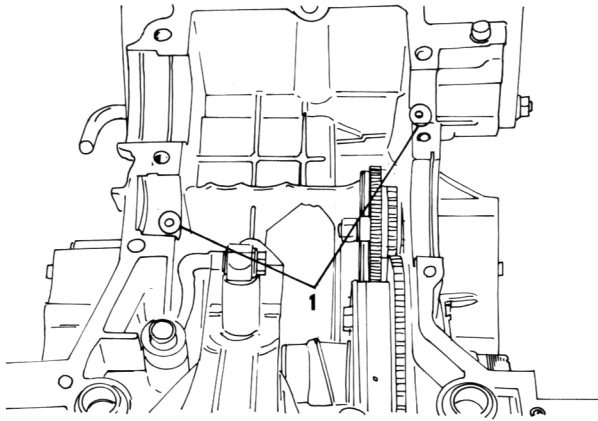

Bild 88
- Passtifte einsetzen (Bild 88).